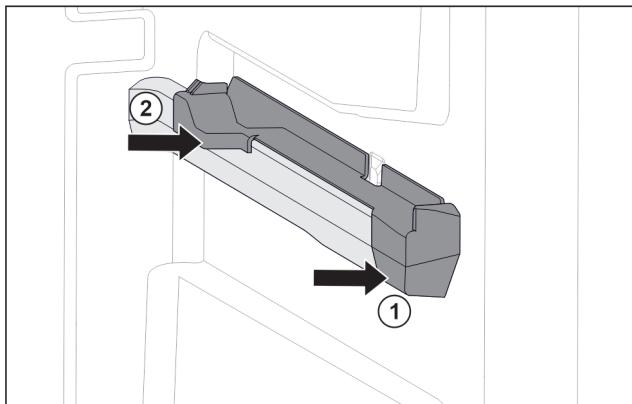

Fig. 72 Násuvný diel na pravom rebre nádoby
- ▶ Nasadte násuvný diel vpred na rebro nádoby. Fig. 72 (1)
- ▶ Pritlačte násuvný diel vzadu. Fig. 72 (2)